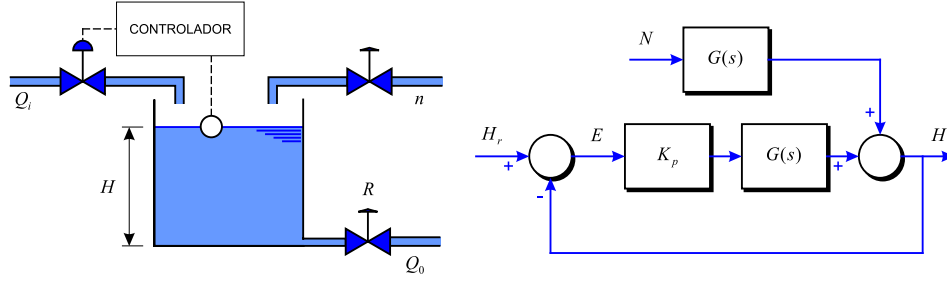

Figura 2-11
**Problema 24** Suposant que  $n_0$  és petit i que les variacions de les variables respecte l'estat d'equilibri són també petites, determineu l'expressió de  $G(s)$  per a que el diagrama de blocs donat a la Figura 2-11 correspongui al sistema de dipòsits proposat a la mateixa Figura. Considereu que el control és només proporcional tal com es pot veure al diagrama de blocs. Determineu l'expressió de  $H$  en funció de  $H_r$  i de  $N$ .